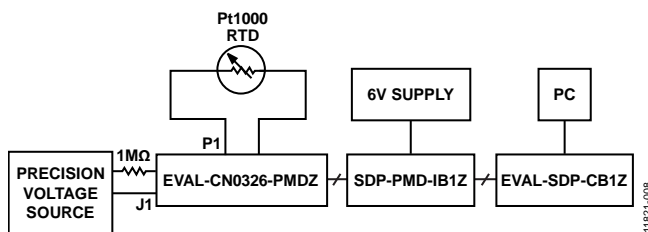
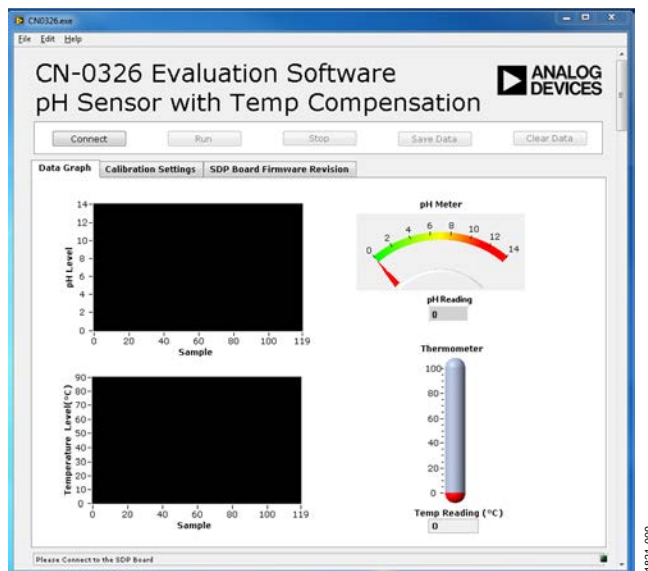

图8. pH传感器测试设置功能框图
图9. 评估软件主窗口
3. 在运行图9所示程序之前，将pH探针的BNC端子和RTD传感器连接至EVAL-CN0326-PMDZ的端子插孔中。
4. 在接好并打开所有外设和电源之后，在图9所示图形用户界面上单击Connect(连接)。当PC成功检测到评估系统时，即可使用图9所示软件对EVAL-CN0326-PMDZ电路板进行评估。
测试设置的功能框图如图8所示。该测试设置应按图中所示方式连接。主软件窗口的屏幕截图如图9所示。
用Agilent E3631A和Yokogawa GS200精密电压来仿真传感器输出。Yokogawa的负端子连接至pH传感器所用ADC的负端子。正端子与电阻串联，接至ADC的正端子，如图8所示。Yokogawa产生±420 mV电压，然后仿真pH传感器输出，随后改变串联电阻值，以仿真pH探针的玻璃电极的阻抗，如图8所示。
用CN-0326评估软件来捕获来自EVAL-CN0326-PMDZ电路板的数据，所用设置如图8所示。